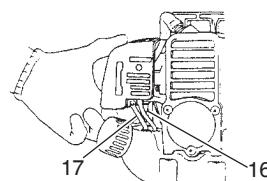

Fig. 12
* Presione el cebador (16) repetidamente para que el combustible fluya por el tubo de retorno (17). (Fig. 12)